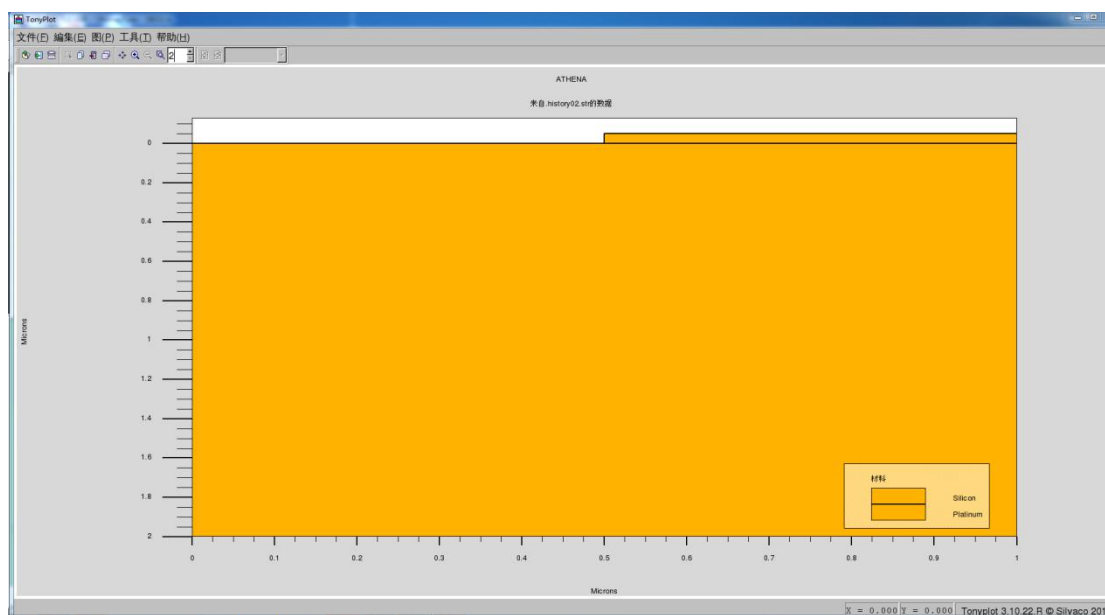

图 5
(2) 运行 Athena 并绘图，此时器件结构如图 5 所示。